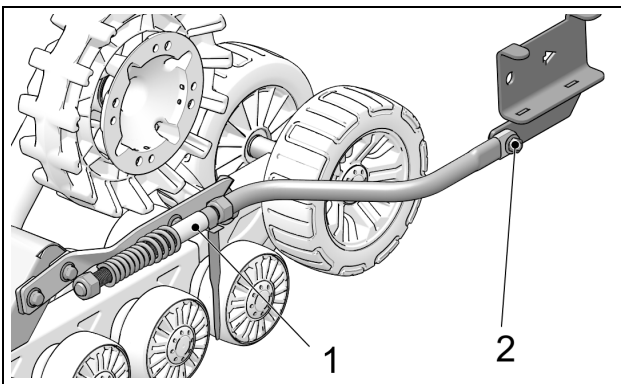

Abbildung 11
- Der Stabilisierungsarm (1) muss am Raupenkettensystem und am hinteren, am Fahrzeug angebrachten Verankerungsbügel (2) montiert werden. Siehe Abbildung 11.